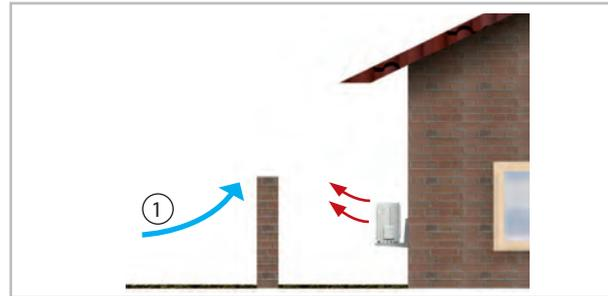
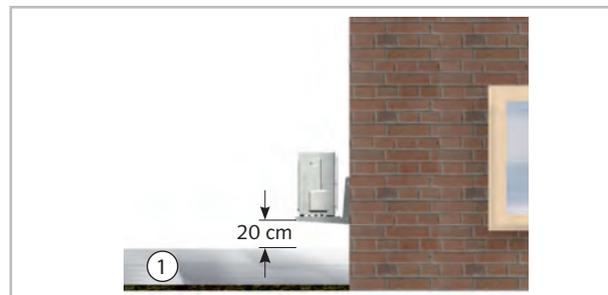

Abb. 26: Schutz vor Wind
Abb. 27: Schutz vor Schnee
- Wird das Gerät in einer Gegend mit starkem Wind aufgestellt, muss es vor dem Wind geschützt werden und es wird ein zusätzliches Stabilisieren empfohlen. Das kann z.B. mit Drahtseilen oder anderen Konstruktionen realisiert werden (Abb. 26). Bei der Montage sind Schneegrenzen zu beachten (Abb. 27).
- Beachten Sie bei der Aufstellung die zu erwartende Schneehöhe und eine Erhöhung um ca. 20 cm, damit ganzjährig ein freies Ansaugen und Ausblasen der Außenluft gewährleistet werden kann (Abb. 27).